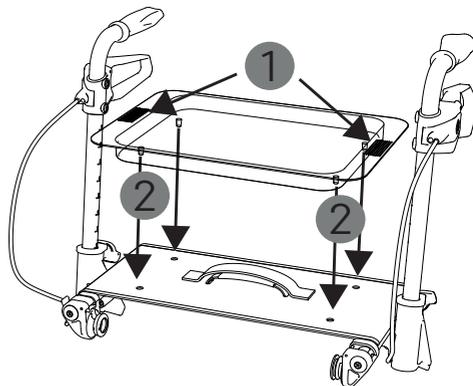

Fig. 14
2. Pour mettre le plateau en place sur le rollator, saisissez-le par les petits côtés (1, Fig. 14, page suivante).
3. Pour placer le plateau sur l'assise, positionnez les quatre goupilles sous le plateau dans les quatre trous prévus à cet effet dans l'assise (2, Fig. 14).